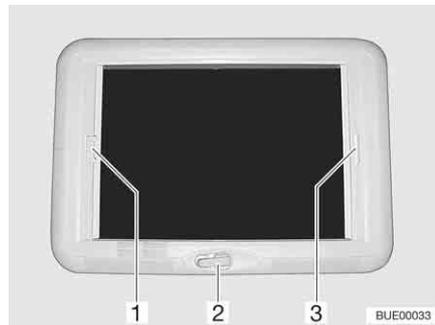

Fig. 69 Claraboya de manivela
- Girar la manivela (Fig. 69,2) hasta que se note resistencia (ángulo de apertura máx. 70°).
- Tirar del asidero (Fig. 69,3) del estor plegable y soltarlo en la posición deseada. El estor plegable se queda fijo en esta posición.
- Tirar del asidero (Fig. 69,1) de la protección contra insectos y soltarlo en la posición deseada. La protección contra insectos se queda fija en esta posición.